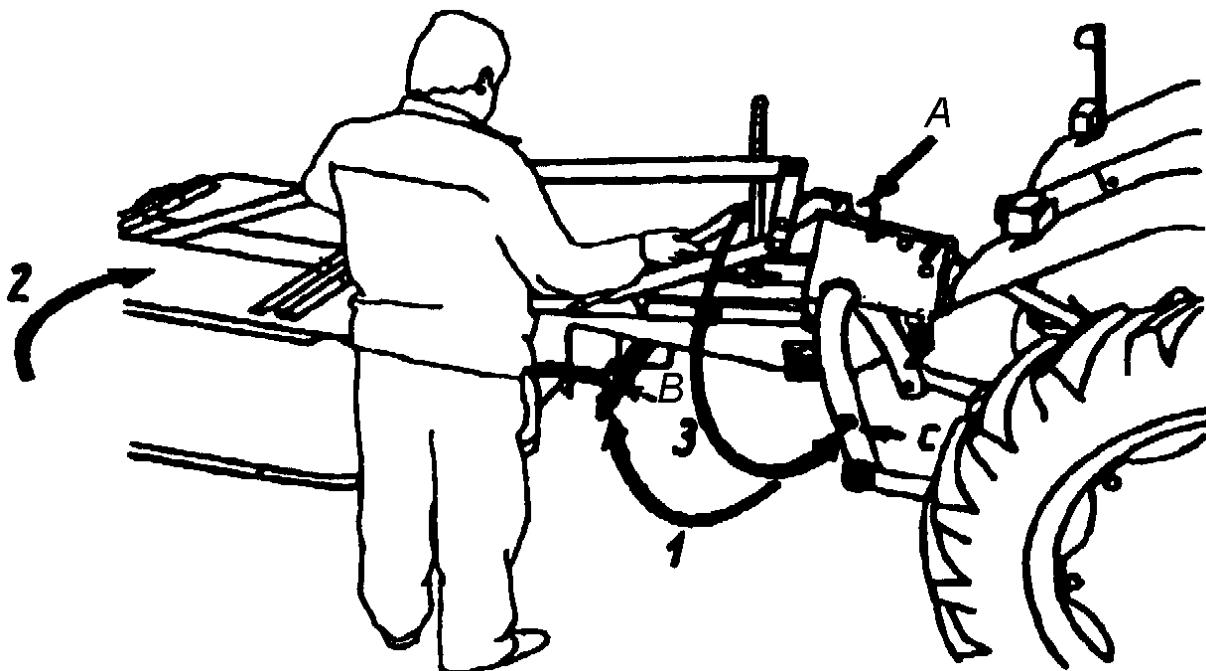

Рис. 10. Переключение косилки в транспортное положение
- 2) повернуть шарнирную балку и главную раму назад, вдоль оси трактора (Рис. 10); для этого – если перед этим косилка находилась в рабочем положении - нужно:
- 2) установить шарнирную балку и главную раму, повернутую перпендикулярно к оси трактора, выполняя для этого действия в очерёдности, обратной той, которая указана в п. 11. и показана на Рис. 10:
## Регулировка высоты скашивания (рис. 10)